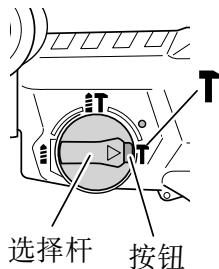

图 19
按下按钮并将选择杆对准 **T** 记号，可以将电动锤钻设置为只锤钻模式 (图 19)。
(3) 旋转选择杆，使其对准 **T** 记号 (图 19)。